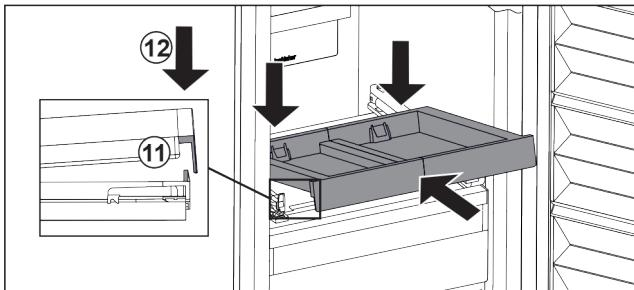

Fig. 32
- Vstavite jo v poševnem položaju. Pazite, da je nastavek na obeh straneh za jezičkom. Fig. 32 (11)
- Izvlečno polico odložite spredaj. Fig. 32 (12)